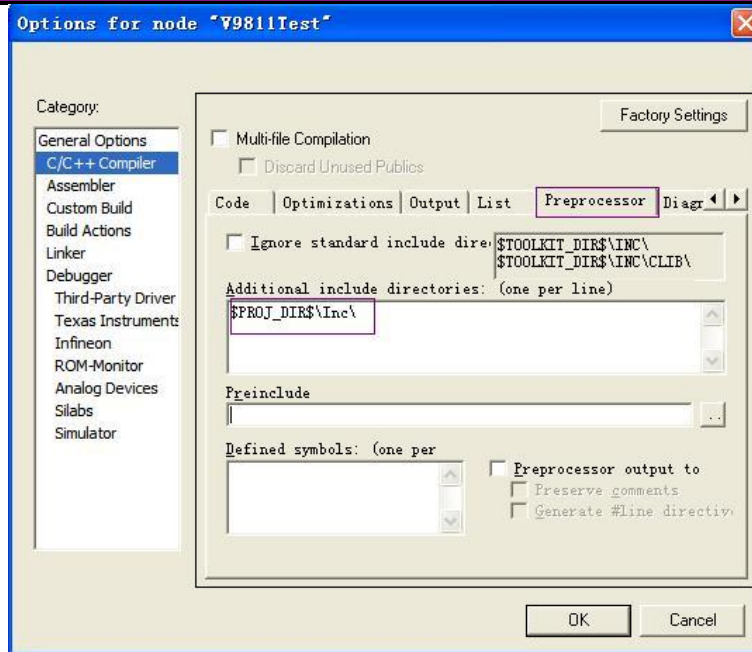

图 5 C/C++ Compiler 选项卡设置
5.3 将万高科技提供的 **Inc** 文件夹拷贝至工程所在目录下，并如图 5 所示进行 **C/C++ Compiler** 选项卡设置；